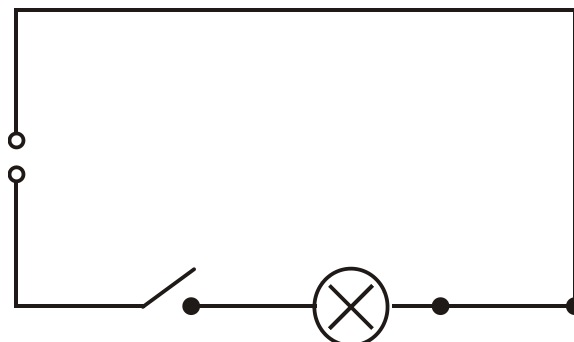

Fig.1 Schéma de circuit
- Monter le circuit selon le schéma de la fig. 1.